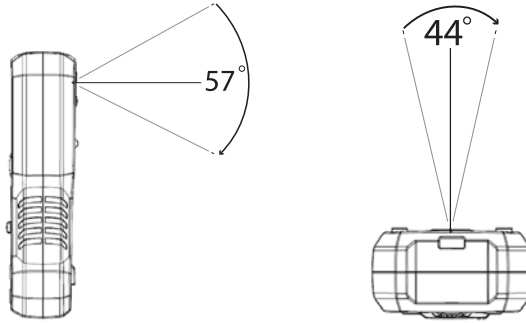

Fig. 8-3 (a) Champ de vision – vue latérale **Fig. 8-3 (b)** Champ de vision – vue de dessus
7. La résolution de l'imageur thermique est de 120 x 160 pixels et son champ de vision (FOV) est de 44 degrés (vue du dessus) et de 57 degrés (vue de côté), voir la **Fig. 8-3 (a) et (b)**.